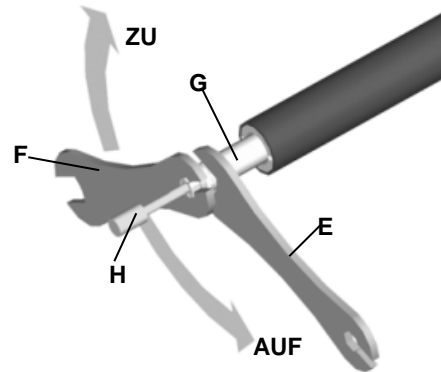

Abb. 4 Werkzeugwechsel
Beim Werkzeugwechsel mit den im Lieferumfang enthaltenen Schlüsseln (E und F) die Spindel (G) festhalten und Spannzange (H) (Rechtsgewinde) öffnen bzw. schließen (siehe Abb. 4).